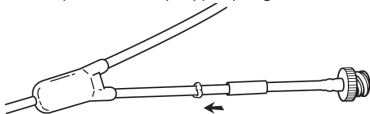

Fig. 14
5. Ωθήστε με απαλές κινήσεις το μεταλλικό σωληνίσκο του σωλήνα αντικατάστασης εντελώς μέσα στο σωλήνα προέκτασης. (Fig. 14)